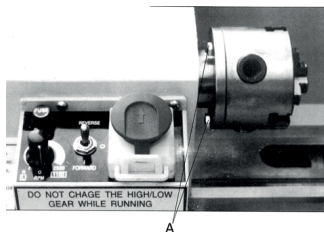

Fig.6 Reemplazo de mandril
Al reemplazar el portabrocas, coloque un paño o un trozo de madera en la parte inferior de la cama. Esto es para evitar daños en la cama causados por dejar caer el mandril sin cuidado. Afloje los 3 tornillos de fijación como se muestra en la Fig. 6 (A) para reemplazar el portabrocas.